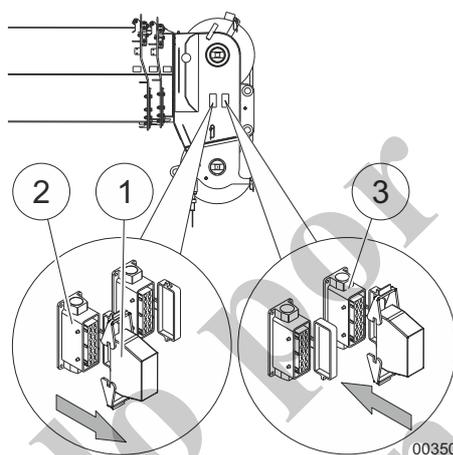

Fig. 248 Conexión del conector de anulación en la cabeza de la pluma telescópica
- 18 Retire el conector de anulación (1, Fig. 248) del receptáculo izquierdo (2, Fig. 248) en la cabeza de la pluma telescópica y conéctelo en el receptáculo derecho (3, Fig. 248).